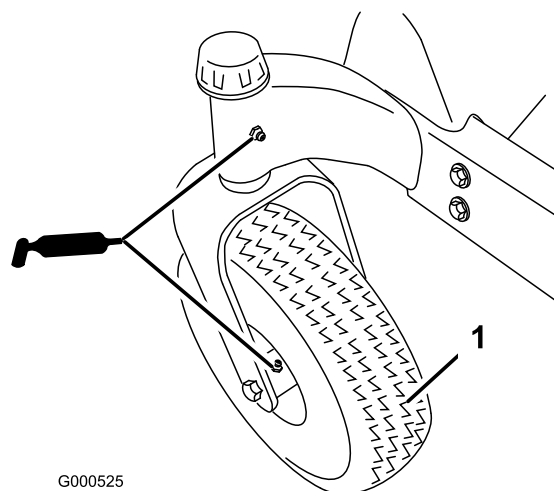
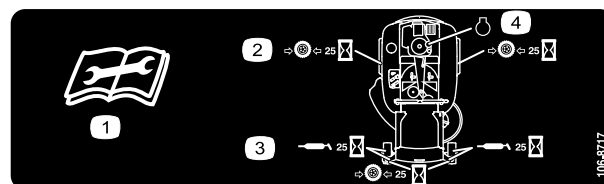

Figura 30
Figura 31
3. Limpie con un trapo los puntos de engrase (Figura 30) y (Figura 31). Asegúrese de rascar cualquier pintura que hubiera sobre los puntos de engrase.
4. Conecte una pistola de engrasar a cada punto de engrase (Figura 30 y Figura 31). Bombée grasa hasta que empiece a rezumar grasa de los cojinetes.